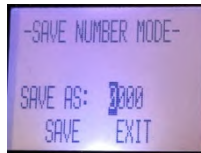

Abbildung 6
- Mit Taste-1 „SAVE NUMBER MODE“ markieren und die Taste-2 drücken. Es öffnet sich der „Save Number Mode“ wie in Abbildung 6.